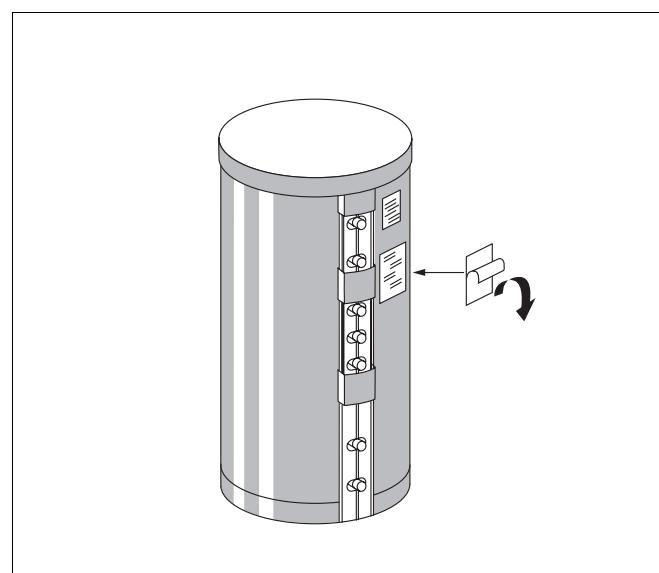

Рис. 9 Крепление фирмой таблички
- Снять с обратной стороны фирменной таблички защитную пленку и наклеить ее под уже существующей фирмой табличкой меньшего размера (рис. 9).